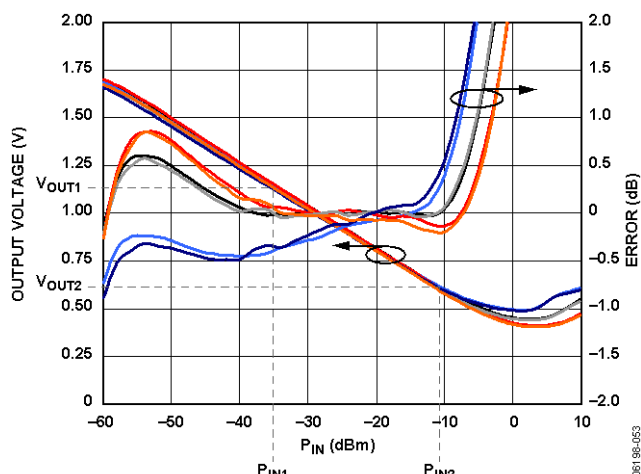

図 60. キャリブレーション・ポイントを持つ
2.2 GHz で測定された ADL5519 の伝達関数を図 60 に示します。この図は、出力電圧対入力電力、および計算した誤差対入力電力を示しています。入力電力が -60 dBm から -5 dBm へ変化すると、出力電圧は 1.7 V から約 0.5 V へ変化します。